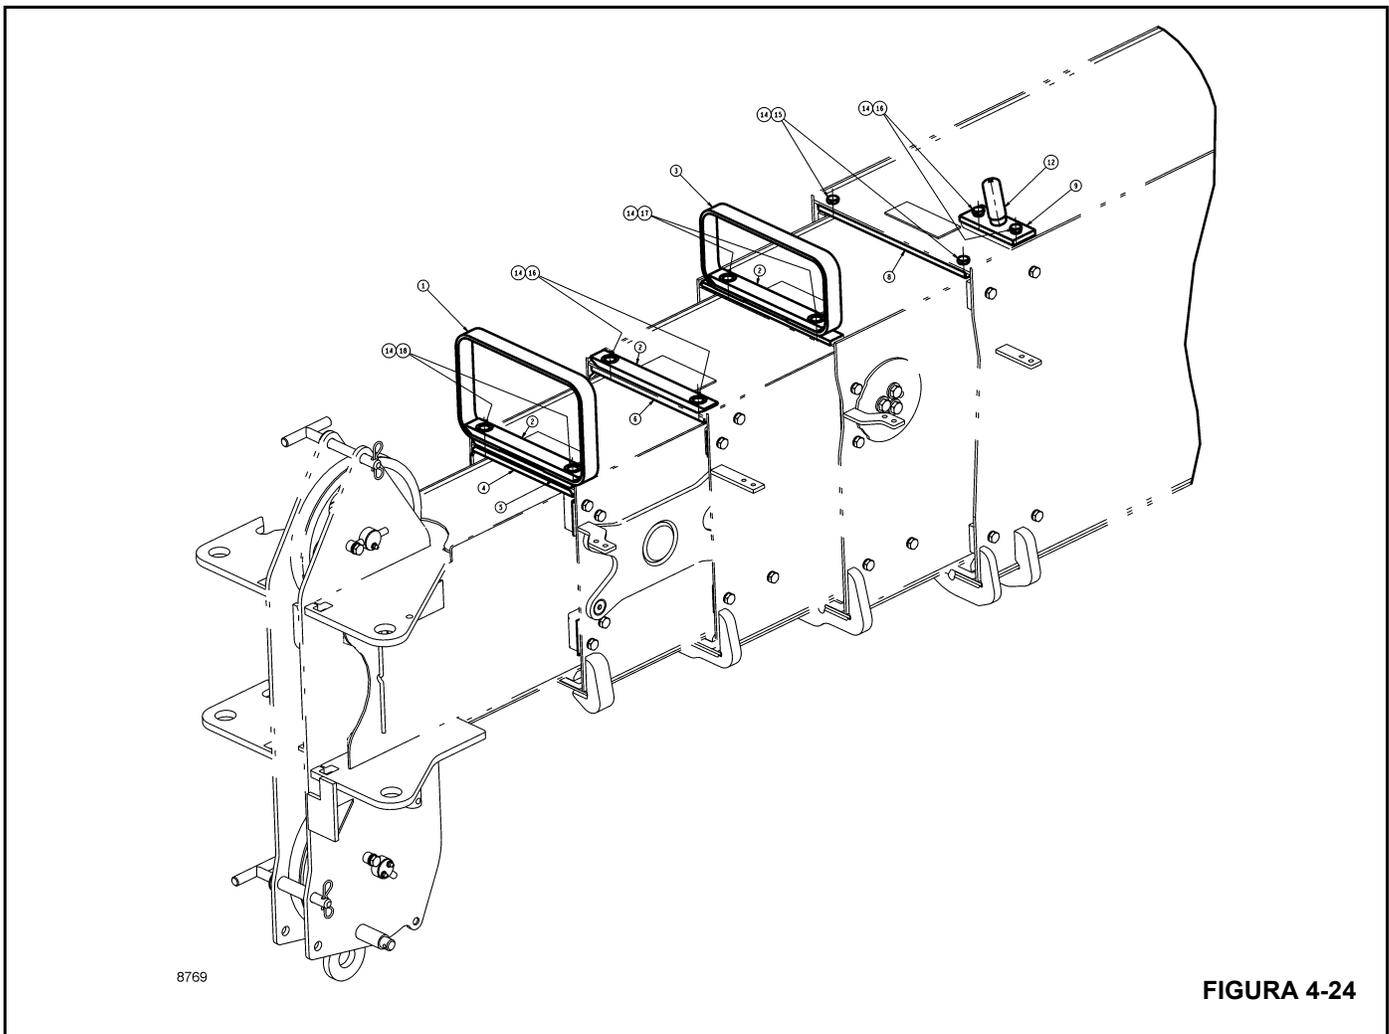
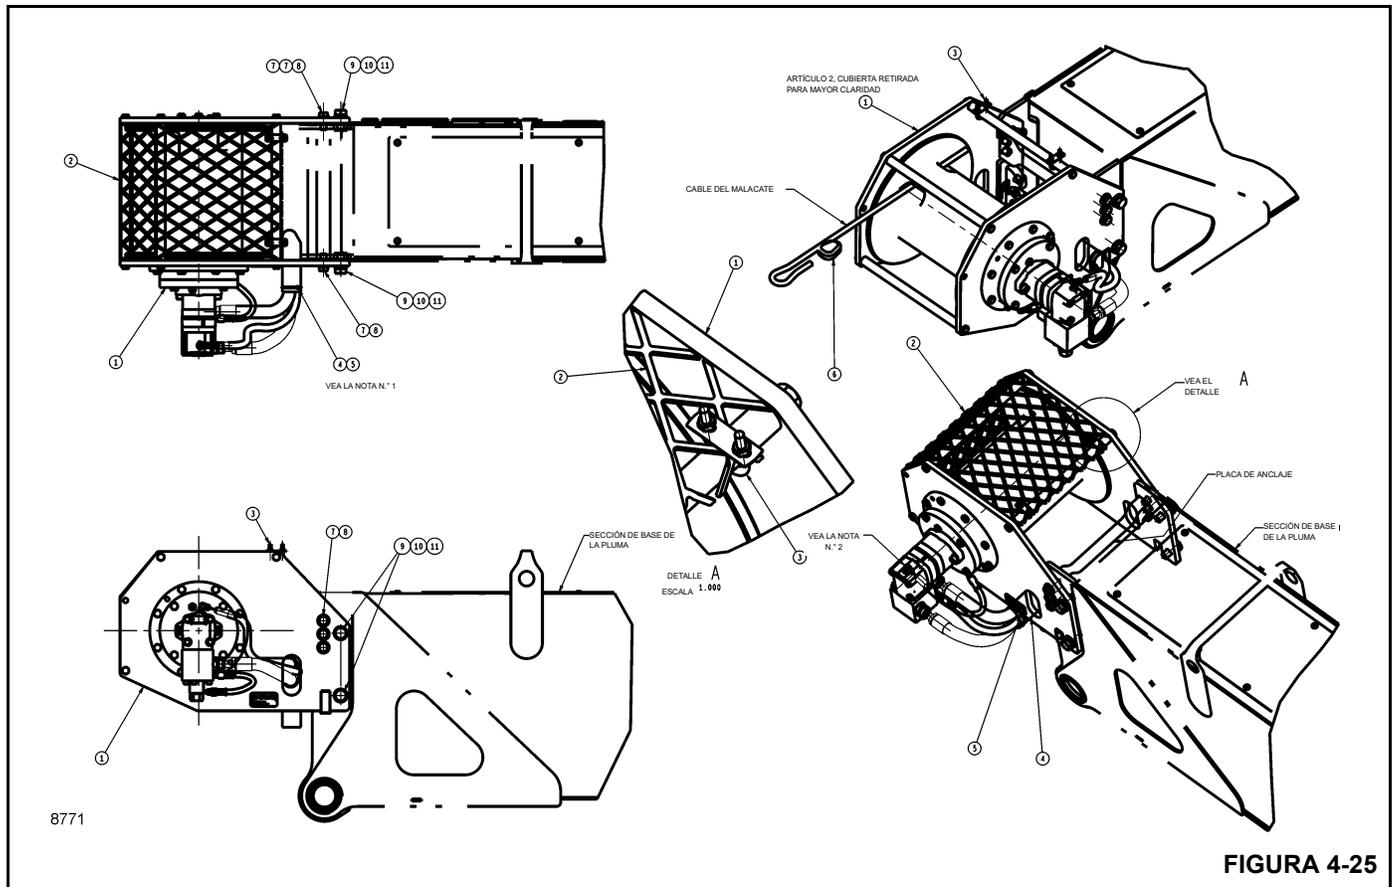

FIGURA 4-24
FIGURA 4-25
**64.** Instale la placa retenedora superior (7, Figura 4-24), el anillo del retenedor de cable (3) y la almojadilla de
71. Enrolle el cable (96) alrededor de la polea con la parte inferior del cable orientado hacia adelante.
- NOTA:** Pase los cables inferiores (6) hacia adelante con tuercas y arandelas en los extremos roscados y asegúrese que estén en las ranuras inferiores de la parte delantera inferior de la sección 1.
76. Con las almohadillas superiores (10) en la parte trasera prearmadas:
78. Instale la placa del conjunto de almohadilla de desgaste inferior/de abajo (60) con almohadillas de desgaste (20) y asegure con pernos (149).
79. Instale la barra retenedora superior delantera (8, Figura 4-24) con arandelas de seguridad (14) y tornillos (15).
81. Instale las almohadillas de desgaste laterales inferiores (11) y los suplementos (45 y 46), según se requiera. Fije con arandelas de seguridad (132) y pernos (143).
82. Preajuste las tuercas y arandelas de cable en el cable (96) de la parte delantera inferior de la sección 1.
83. Instale el miembro soldado de anclaje de cable (9, Figura 4-24) en la parte delantera superior de la sección 1 con pernos (16) y arandelas de seguridad (14). Instale el protector de cable (12).
86. Instale la placa de anclaje de cilindro a la parte trasera de la sección 1, asegure con pernos (155), arandelas (125) y espaciadores (74).
87. Instale la placa de anclaje de cable (66) con la parte superior en las muescas en la base. Instale los cables (95) en la placa de anclaje con arandelas (125) y tuercas (136).
89. Monte el malacate (1, Figura 4-25) alineando el montaje sobre las orejetas.
90. Fije con dos pernos (9), arandelas de seguridad (10) y arandelas planas (11) a cada lado de la sección 1.